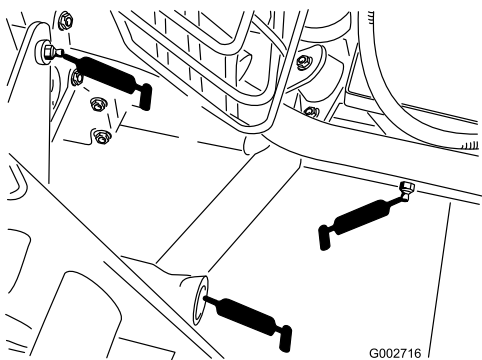

Figura 24
- Attacco posteriore (5) (Figura 24)